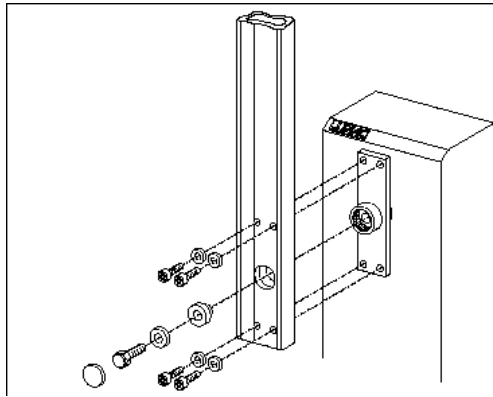

рис.5
- 2) Прикрепите стрелу с использованием входящих в комплектность держателей, как показано на Рис. 5 (620) или Рис. 5b (640).
- 2) Расположите стрелу в открытом положении и отделите ее от держателя (смотрите Рис. 5а - 620 или Рис. 5b - 640).
- 8) С помощью съемника отделите опору стрелы от звездочки и снова установите ее так, чтобы стрела находилась в положении открывания (Рис. 5а или Рис. 5b).
- 2) Установите стрелу в положении открывания и отделите ее от опоры (Рис. 5а или Рис. 5b).